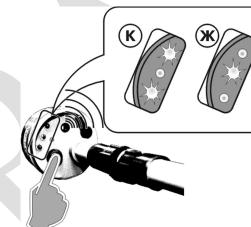

Рис. 5 Принудительная самопроверка
3.3.6. Режим принудительной проверки работоспособности указателя (см. рис.5) обеспечивает проверку оператором работоспособности указателя непосредственно перед определением наличия или отсутствия опасного напряжения путем нажатия кнопки принудительной проверки работоспособности указателя, при этом срабатывает светозвуковая сигнализация, имитирующая сигнальный режим «напряжение присутствует».